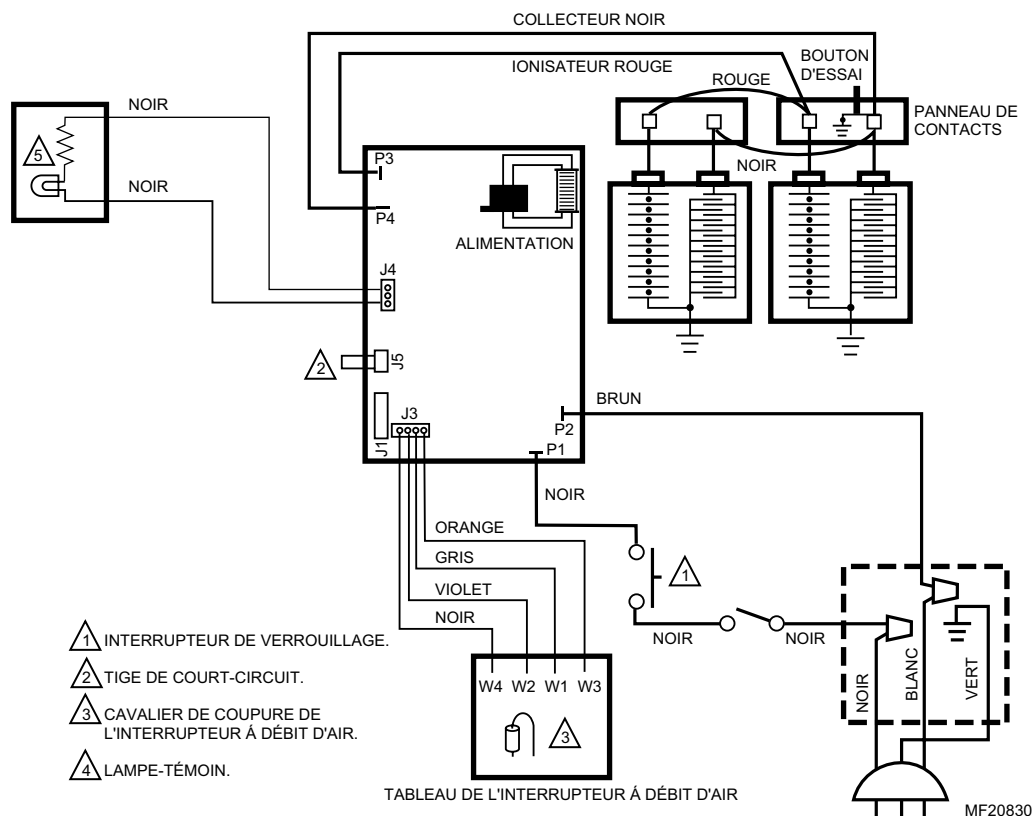

Fig. 9. Schéma interne du filtre à air électronique avec le W8600F.
- Lorsque le ventilateur du système se met en marche, l'interrupteur à débit d'air détecte une pression négative dans la gaine d'air et met le filtre à air sous tension. Si l'alimentation du filtre à air est commandée par un autre interrupteur, comme par exemple un interrupteur à ailettes ou un circuit à minuterie, l'interrupteur à débit d'air peut être mis hors service : il suffit de couper le cavalier à l'arrière de la plaquette de circuit imprimé de l'interrupteur à débit d'air. Voir la Fig. 9.
- ☐ Brancher le filtre à air électronique directement dans la prise ayant la tension et la fréquence indiquées. Voir la Fig. 9 pour observer le schéma de raccordement interne.